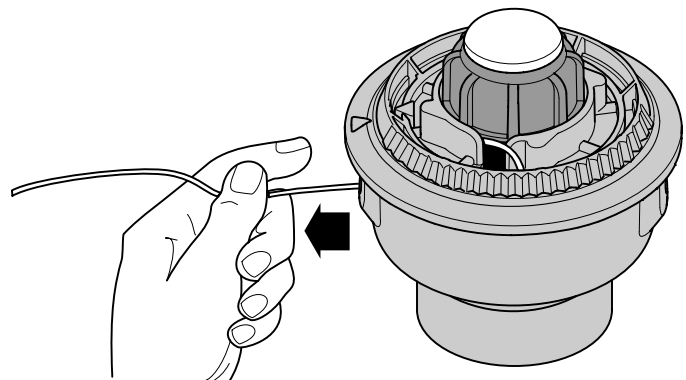

Fig. 11
6. Saque la línea de la bobina exterior hasta que esté tirante contra el carrete interior (Fig. 11).